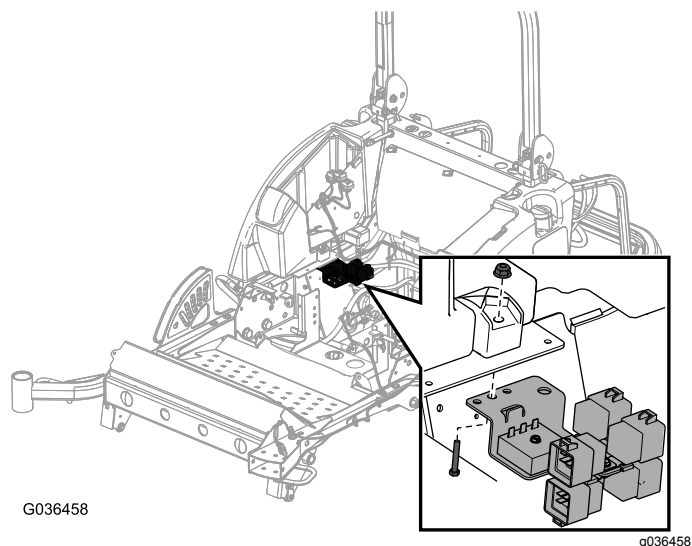

Figura 27
2. Instale el soporte de relés en la parte inferior del soporte del depósito con el perno y la tuerca existentes (Figura 27).